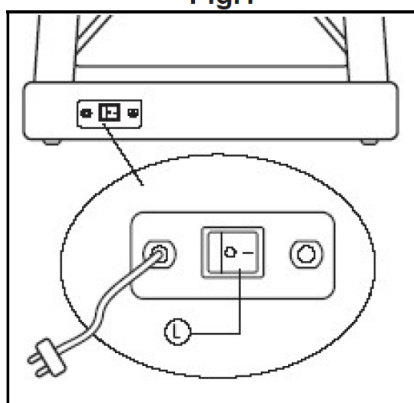

Fig.2
Klucz bezpieczeństwa (g) powinien znajdować się na swoim miejscu (E)(fig.2). W innym wypadku urządzenie nie zacznie działać. Po umieszczeniu klucza bezpieczeństwa (g) na odpowiednim miejscu (E), zabrzmi charakterystyczny dźwięk co oznacza, że urządzenie jest gotowe do pracy fig.4.